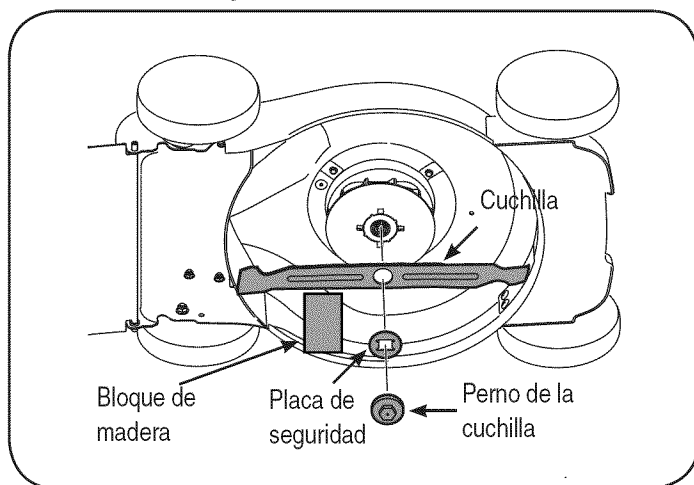

Figura 12
3. Afloje y saque el perno de la cuchilla, la placa de seguridad y la cuchilla. Vea la Figura 12.